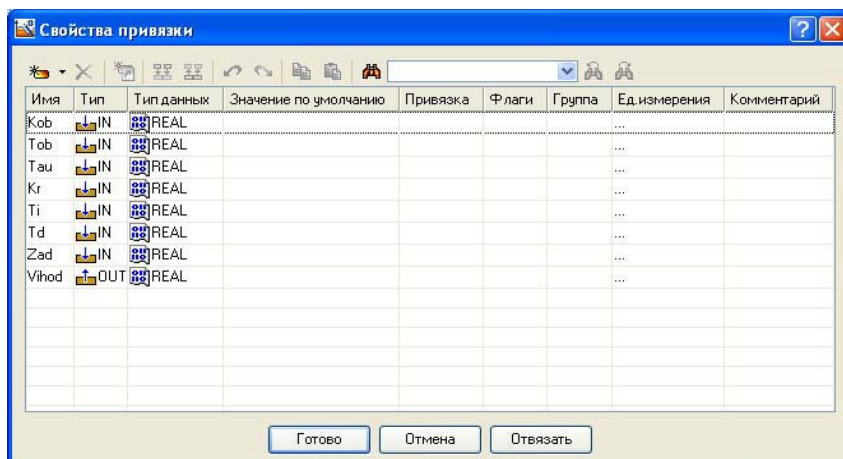

Рисунок 96 – Создание аргументов экрана
ЛК в поле **Результат** вызвать табличный редактор аргументов. В открывшемся окне **Свойство привязки**, нажав кнопку  на его панели инструментов, создать восемь аргументов экрана 7 входных и один выходной. Входной (IN) или Выходной (OUT) будет аргумент, выбирается из низпадающего меню, появляющегося при двойном щелчке ЛК по типу аргумента (рисунок 96). Двойным щелчком ЛК выделить имя аргумента и изменить его, введя с клавиатуры «Kob» (завершить ввод нажатием клавиши Enter). Подтвердить связь с этим аргументом нажатием кнопки **Готово** Аналогичным образом настроить все остальные аргументы.